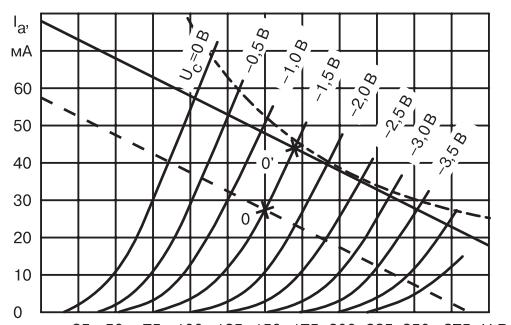

Рис. 5.6. Выбор оптимальной РТ
Некоторые конструктивные особенности: обозначим на ВАХ пунктирной линией область предельных значений мощности, рассеиваемой на аноде  $P_{a\ max}$  (рис. 5.6). Параллельным переносом сместим динамическую характеристику вверх, вплоть до касания кривой  $P_{a\ max}$ . РТ выберем на пересечении ДХ с участком ВАХ, соответствующим  $U_{cm} = -1,5$  В (точка 0').
Это еще одна причина, по которой не следует выбирать рабочую точку 0' (см. рис. 5.6) для данной схемы. Разумеется, подобных проблем не возникает при использовании стабилизированного или аккумуляторного источника питания.
**Путь № 1.** Стабилизировать анодное напряжение (например, с помощью лампового стабилизатора), тогда появится возможность выбора рабочей точки 0' (см. рис. 5.6), что позволит увеличить выходную мощность усилителя.